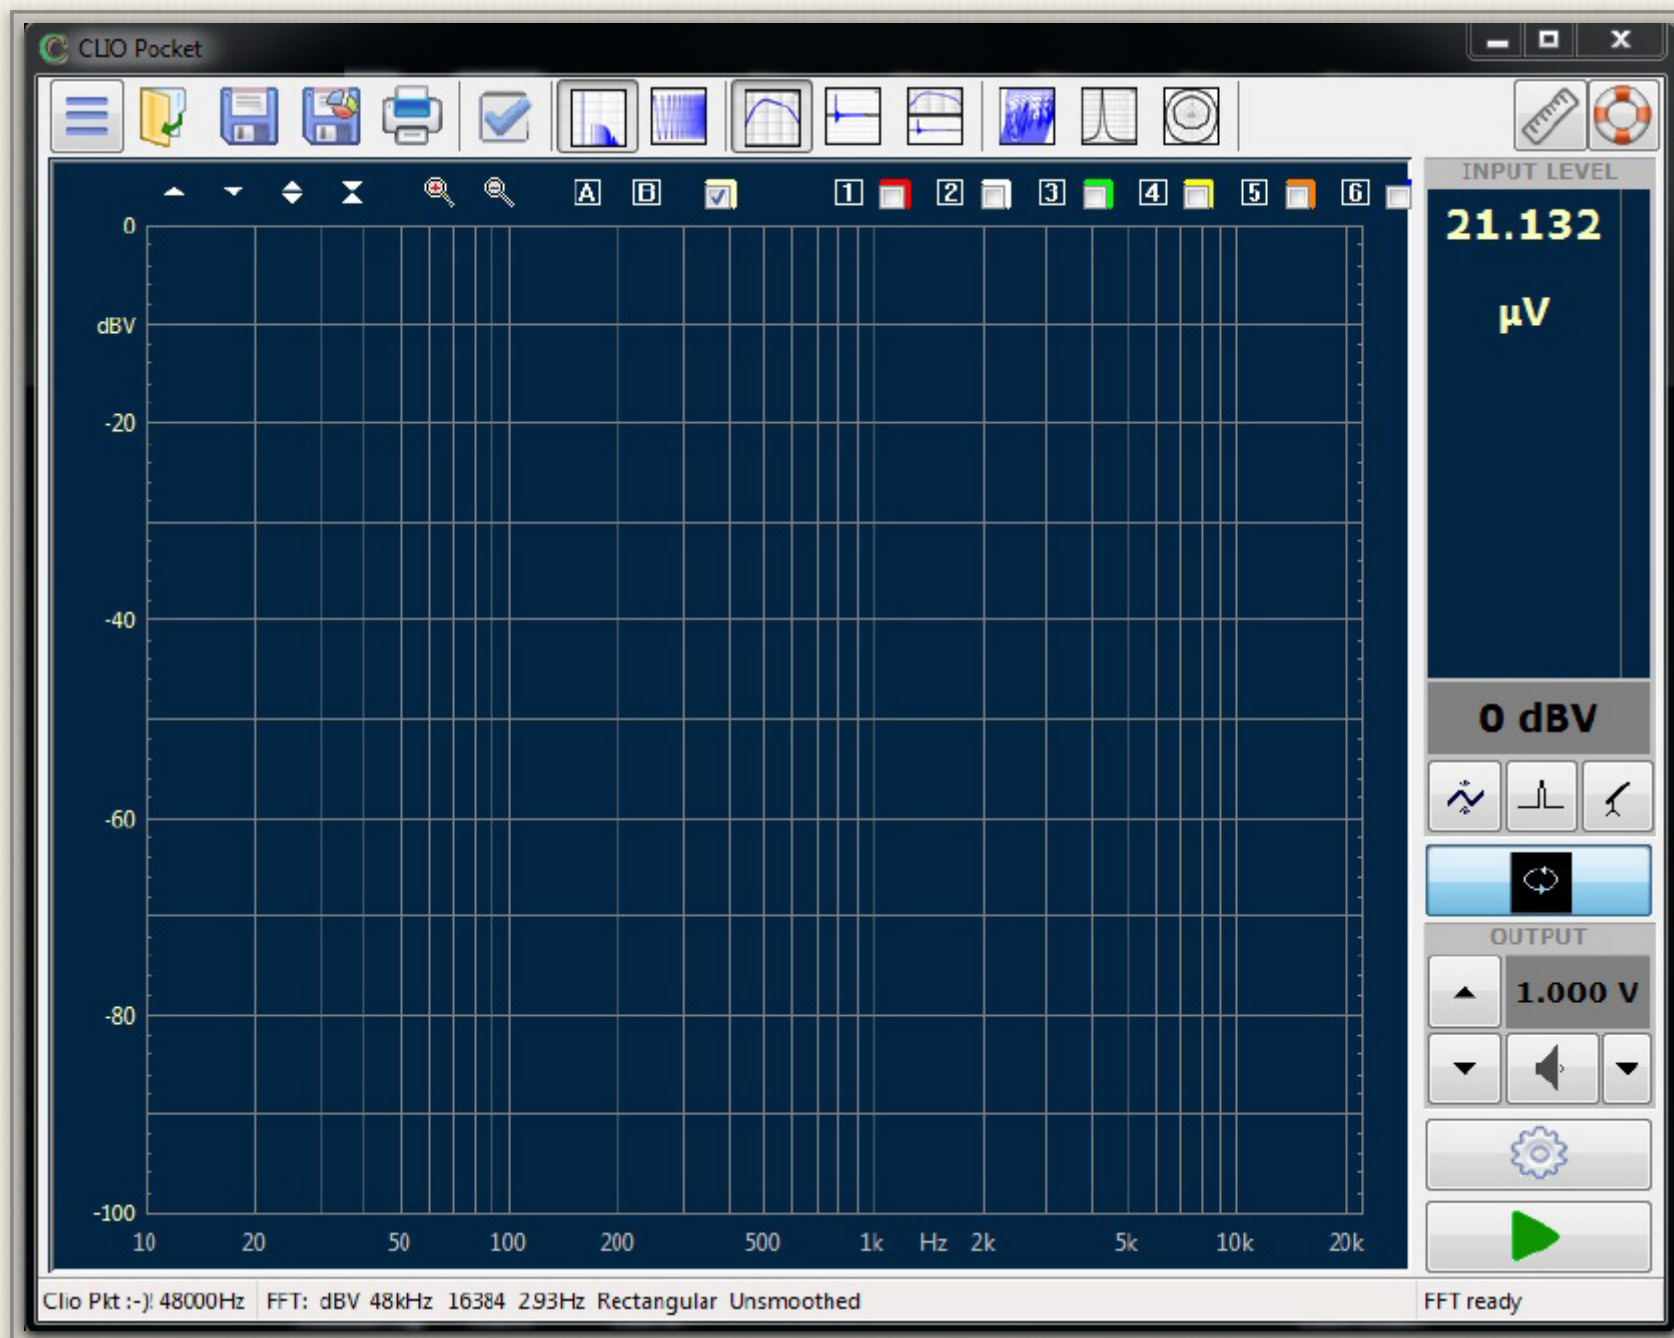

図2-1 「CLIO Pocketのデスクトップ画面」
- ① スタートメニュー-> プログラム -> CLIO Pocket をクリック
- ② CP-1のフロントの青色LEDが点灯
- ③ CLIO Pocketの（図2-1）のデスクトップ画面が表示されます。